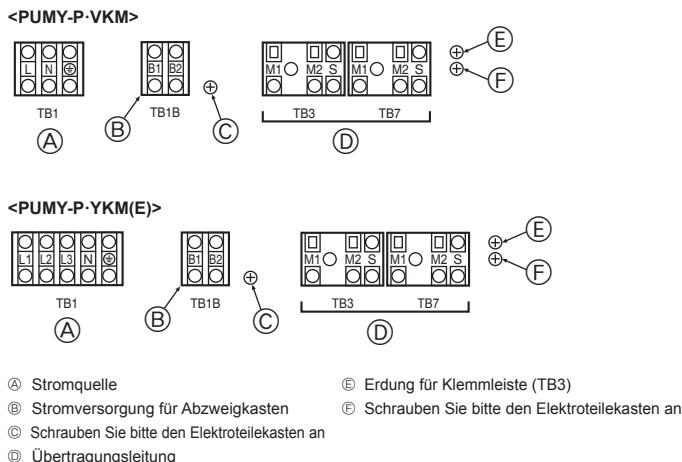

Fig. 6-1
6.2. Reglerkästen und Kabelanschlusspunkte (Fig. 6-1)